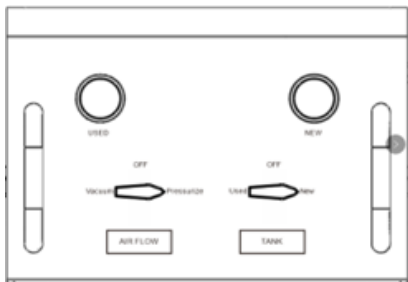

Fig 9.
"Pressurize", la valvula derecha "TANK" a la posicion "New" (Fig. 9), abra la valvula en la manguera de fluido nuevo(roja) (Fig.8), luego abra la valvula de aire taller para agregar mas anticongelante nuevo al vehiculo.
4. Conecte el adaptador conico y dirijalo al tanque de desbordamiento. Gire la valvula izquierda en el panel "AIR FLOW" a la posición "Pressurize", la valvula derecha "TANK" a la posición "New", abra la valvula en la manguera de fluido nuevo (roja), luego abra la valvula de aire taller para agregar anticongelante nuevo al vehiculo a traves del tanque de desbordamiento. Como se ilustra arriba en Fig.8 y Fig.9.
5. Arranque el motor y compruebe el nivel del anticongelante. Si el nivel de anticongelante se descende, gire la valvula izquierda "AIR FLOW" en el panel a posicion "Pressurize", la valvula derecha "TANK" a la posicion "New" (Fig. 9), abra la valvula en la manguera de fluido nuevo(roja) (Fig.8), luego abra la valvula de aire taller para agregar mas anticongelante nuevo al vehiculo.
5. Arranque el motor y compruebe el nivel del anticongelante. Si el nivel de anticongelante se descende, gire la válvula izquierda "AIR FLOW" del panel a posición "Pressurize", la válvula derecha a la posición "New" (Fig. 9), abra la válvula en la manguera de fluido nuevo(roja) (Fig.8), luego abra la válvula de aire taller para agregar mas anticongelante nuevo al vehículo a través del tanque de desbordamiento del vehículo.